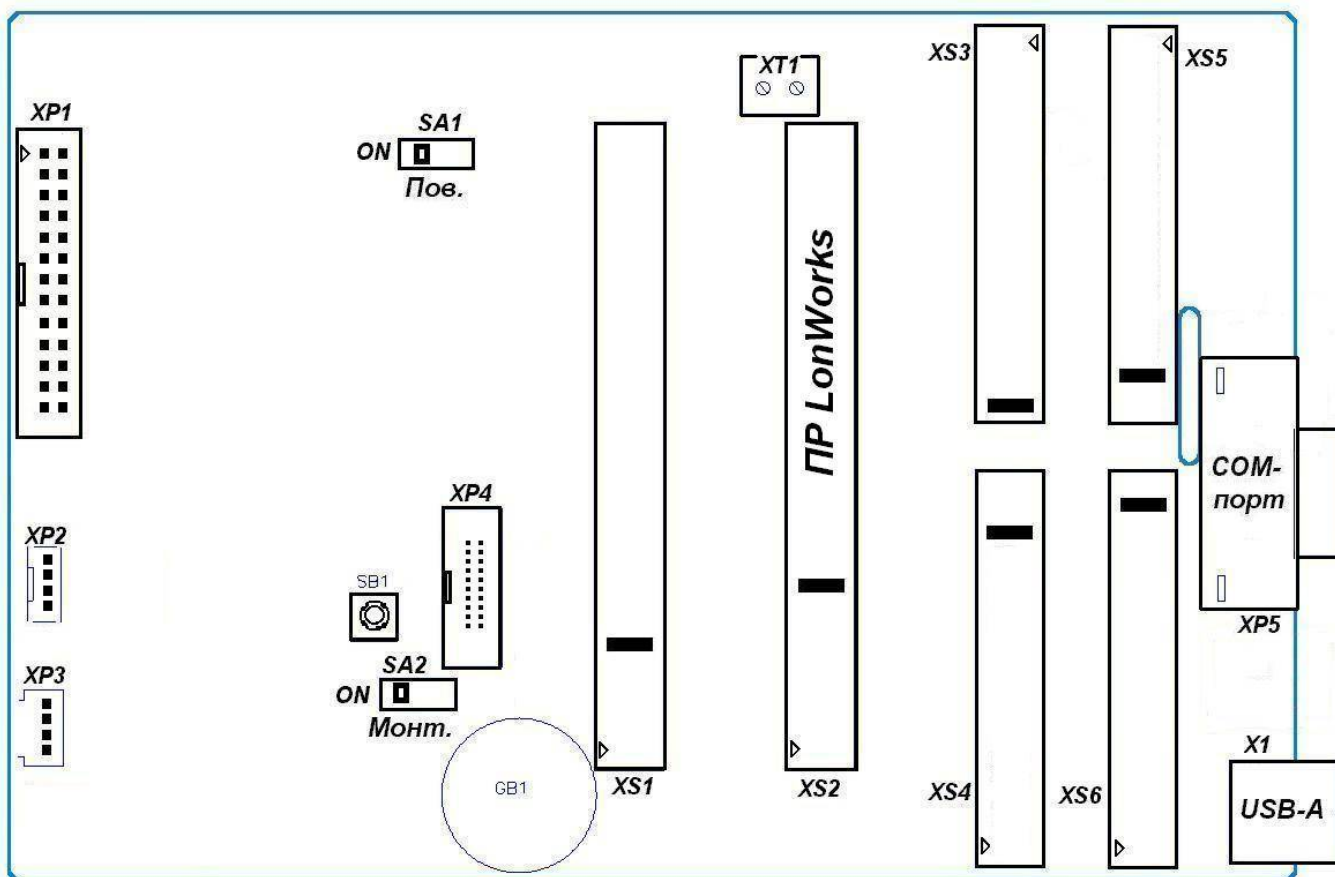

Рисунок 7-1
- Установите плату интерфейса LonWorks в предназначенный для нее слот **XS2** на материнской плате СБ МКТС, учитывая расположение направляющих ключей в слоте и на краевом разъеме платы, см. Рисунок 7-1;